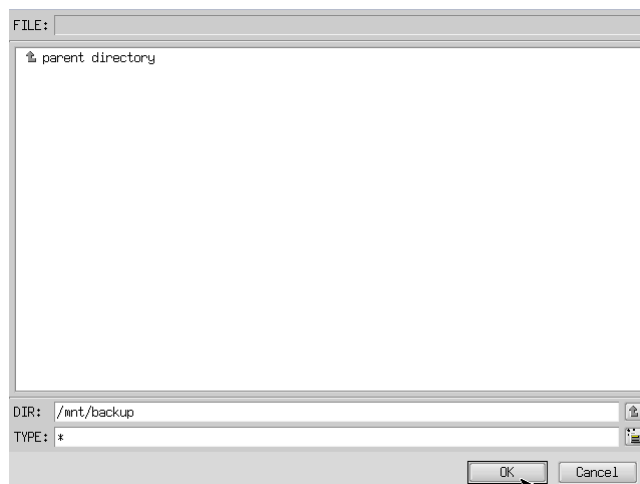

図 5-4-3. フォルダ参照画面
- ⑦ フォルダ参照画面（図 5-4-3）が表示されます。②で接続したパーティションは、/mntにマウントされますので、/mnt 以下のフォルダを選択してください。[OK]を押すとフォルダ選択画面にもどります。